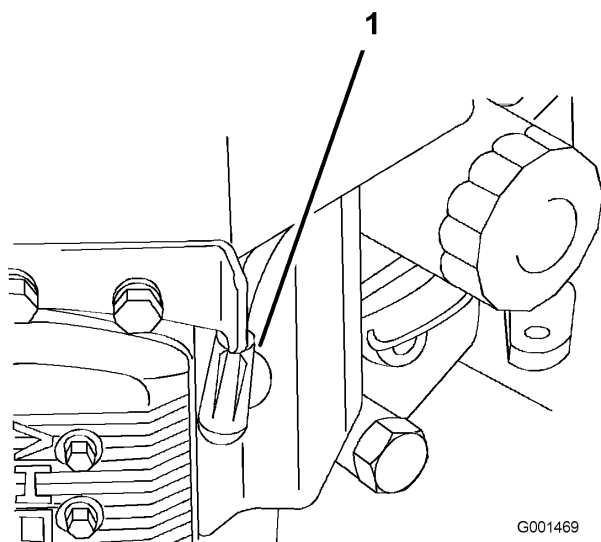

Figura 29
3. Desconecte los cables de las bujías (Figura 29).